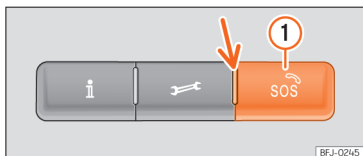

Fig. 42 Na consola do tejadilho: comando para os serviços de voz
Pressionando os botões **i**, **🔧** e **SOS** **»»** **Fig. 42**, podem executar-se os seguintes serviços de voz:
No comando existe uma luz de controlo **»»** **Fig. 42** (seta). Indica os seguintes estados:
1. Mantenha pressionado o botão de chamada de emergência durante alguns segundos »» **Fig. 42 ①.**
»» Fig. 42.